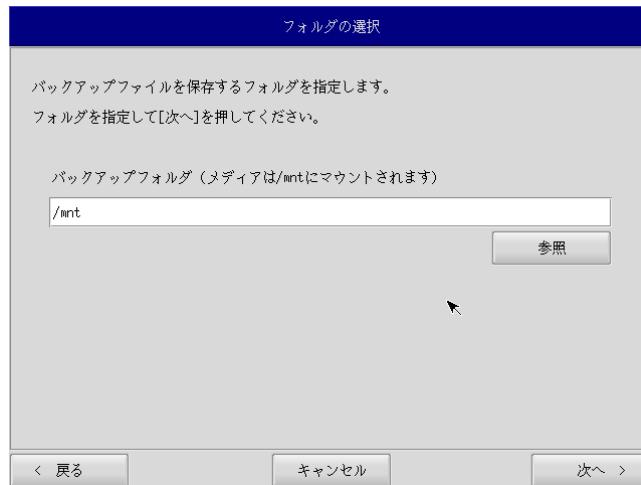

図5-3-3. フォルダ選択画面
- ⑤ フォルダ選択画面（図5-3-3）が表示されます。[参照]ボタンを押します。
- ⑦ フォルダ選択画面（図 5-3-3）で指定したバックアップフォルダが入力されていることを確認します。[次へ]ボタンを押します。